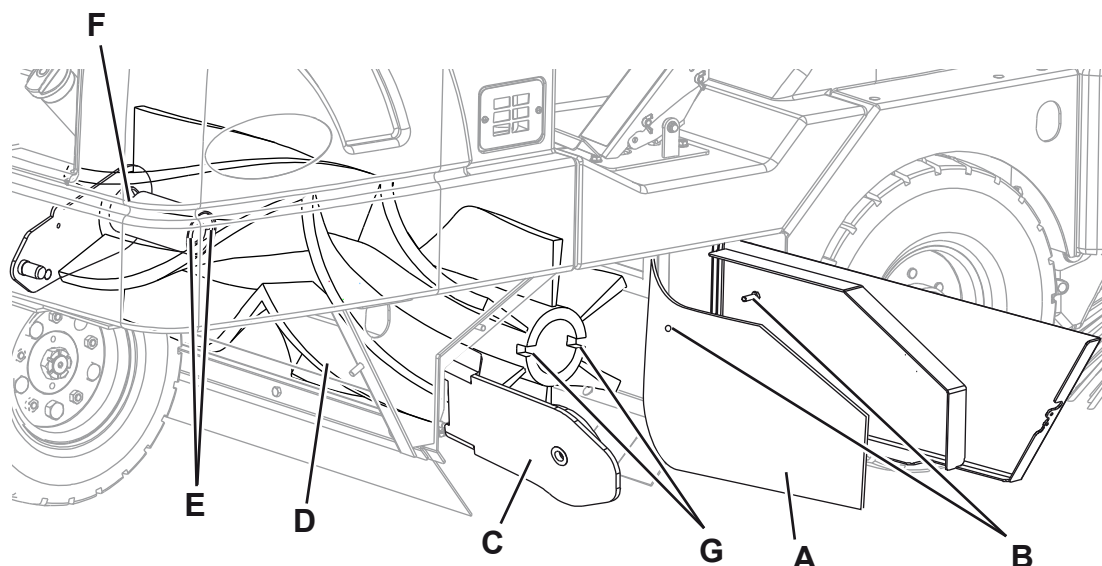

Figure 2
3. Tourner la clé de contact (66) et démarrer la machine.
4. Baisser le balai central au moyen du levier (53).
5. Tourner la clé de contact (66) sur « O » pour arrêter la machine.
6. Ouvrir le panneau droit (18).
7. Déplacer le volet latéral droit (A, Fig. 2) et le fixer à la goupille (B).
8. Ouvrir le groupe levier de renvoi (C) du groupe balai central (D).